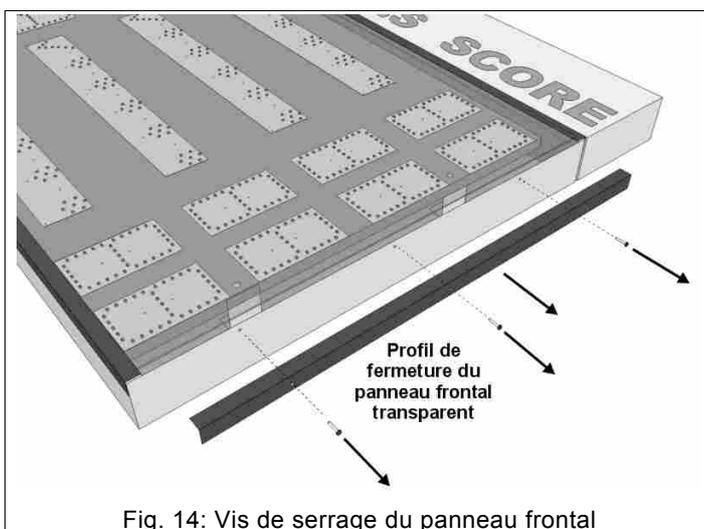

Fig. 14: Vis de serrage du panneau frontal
2. Ôtez un profil métallique latéral du module où est installée la carte à remplacer en dévissant les trois vis de serrage (Fig. 14) avec un tournevis cruciforme.